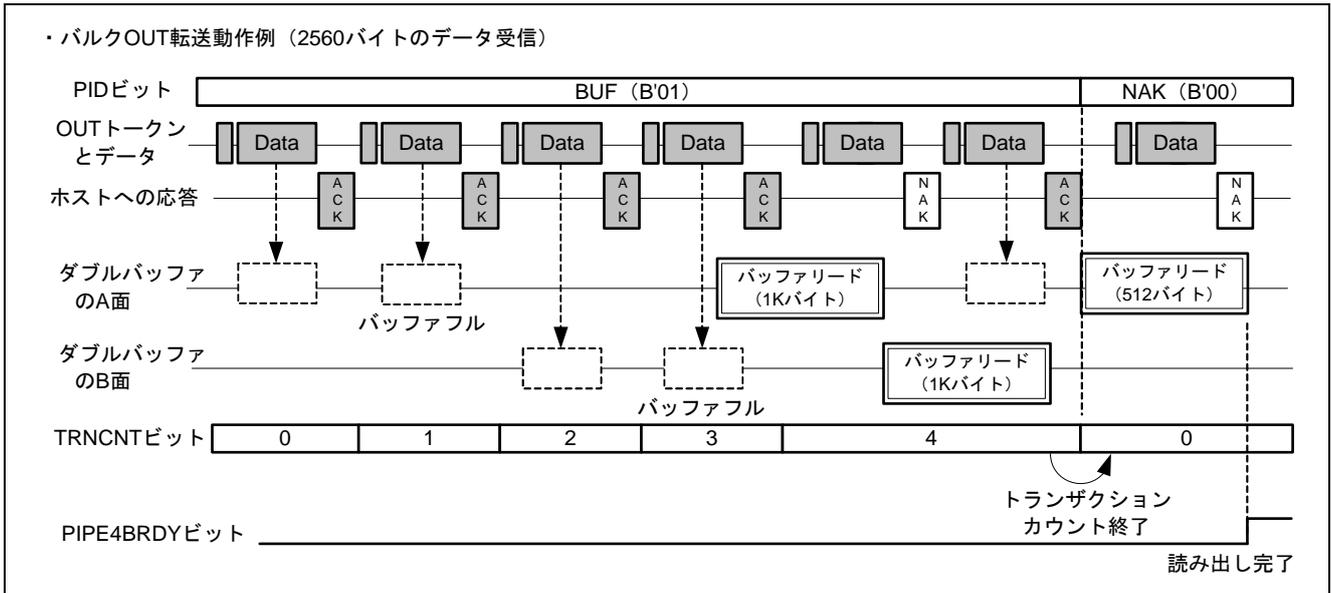

図12 バルク OUT 転送の動作例
表 2 にパイプ 4 を使用したバルク OUT 転送の設定例を、図 12 に表 2 の設定値で転送を行った場合の動作例を示します。ダブルバッファと連続転送モードに加え、トランザクションカウンタを有効にしています。また DMA 転送を有効活用するため BRDY 割り込みをデータ読み出し完了時に設定します。設定項目の詳細については、以下の (1) ~ (8) を参照してください。